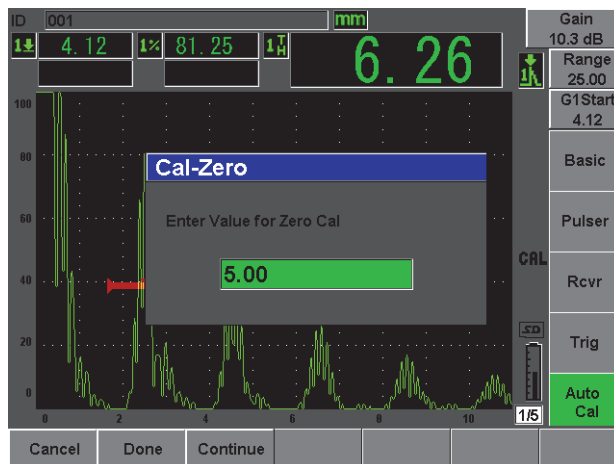

Abbildung 2-14 Wert Cal-Zero (Nullpunktjustierung)
6. Schaltfläche **Cal-Zero** (Just.0Pkt) betätigen (siehe Abbildung 2-14 auf Seite 51).